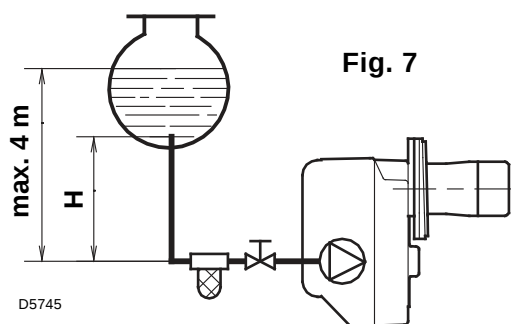
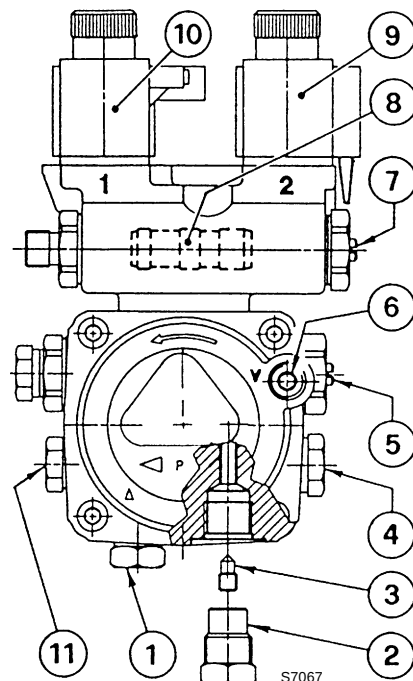

Fig. 7
Fig. 8
- De pomp is voorzien voor een installatie met twee leidingen. Draai bij één leiding de moer van de terugloopleiding (2) los, verwijder de by-pass schroef (3) en draai de dop (2) opnieuw aan, (zie fig. 8).
Bij een installatie zoals in fig. 7, de vacuüm meter aansluiting (6, fig. 8) losdraaien tot er brandstof ontsnapt.